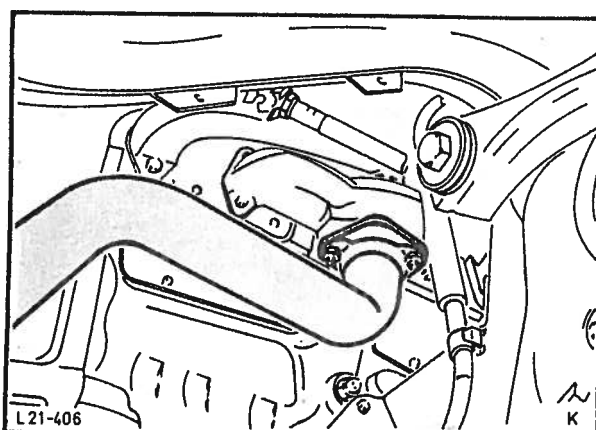

Fig. 114 Fest eksosrøret til eksosmanifolden.
17. Monter eksosrøret til eksosmanifolden, fig. 114 og skru oljetilførselsrøret til topplokket ved bruk av nye tetningsringer.